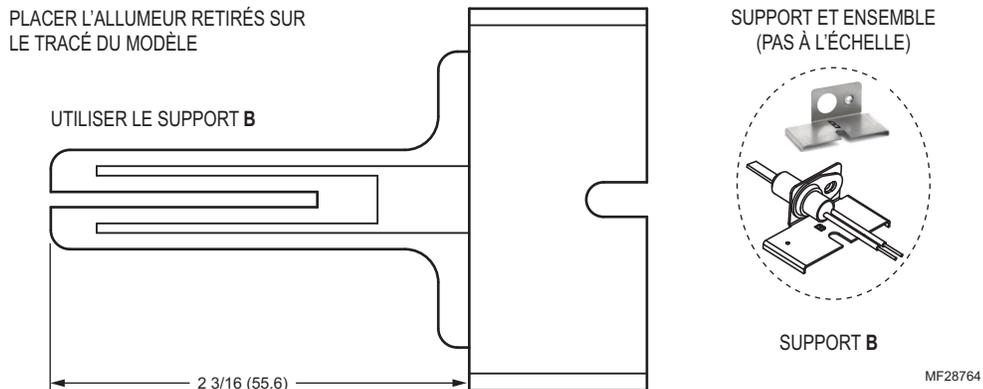
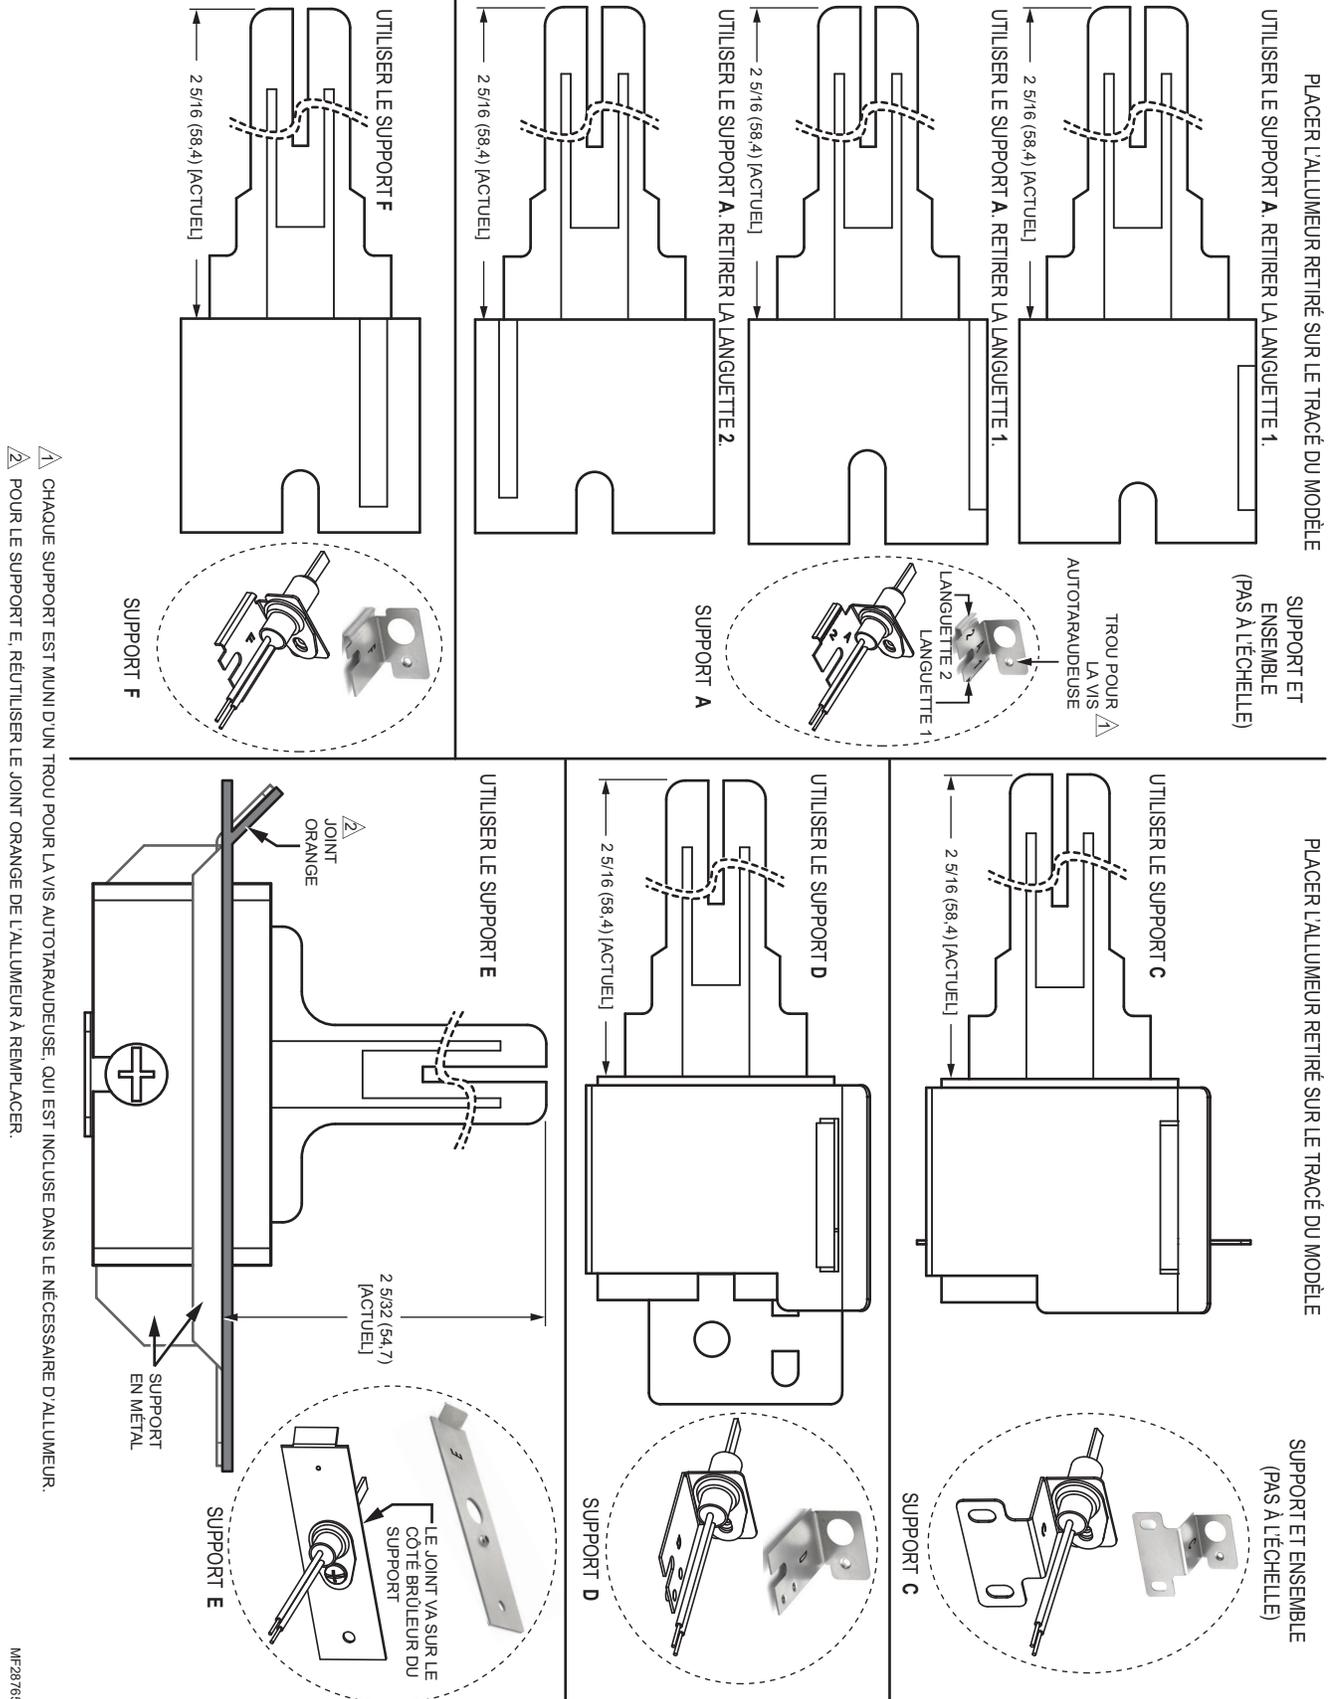

Fig. 2. Modèle de support d'allumeur B; dimensions en pouces (mm).
Fig. 3. Modèles de support d'allumeur A, C, D, E et F; dimensions en pouces (mm).
^b For igniters that require bracket A, use the template (Fig. 3 on page 4) to determine the tab to be removed.
2. Vérifier le tableau des références à la page 5 et les modèles (Fig. 2 page 3 et Fig. 3 page 4) pour s'assurer que le support d'allumeur adéquat est utilisé en fonction de l'application.
2. En utilisant les modèles de sélection de support (Fig. 2 et Fig. 3), le tableau de référence (Table 1) et l'ensemble d'allumeur d'origine, placer l'allumeur sur les modèles pour sélectionner le support à utiliser pour l'installation.
^b Pour les allumeurs nécessitant le support A, utiliser le modèle (Fig. 3 page 4) pour déterminer la languette à retirer.